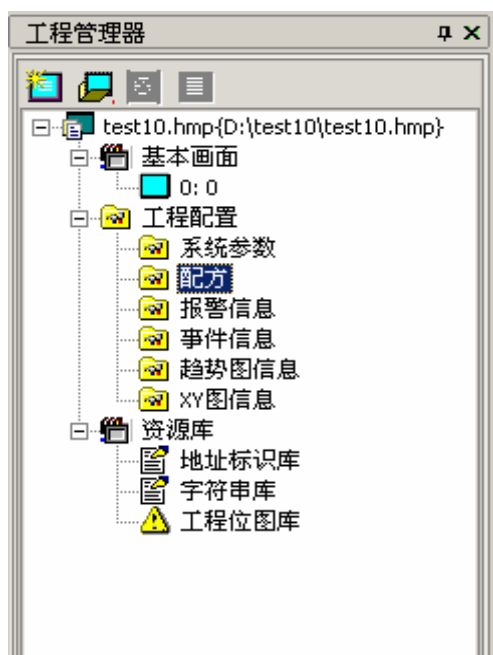

图 14-1 工程管理器中的配方
1. 在工程管理器窗口中工程设置选项选择**配方**，显示如图 14-1 所示。